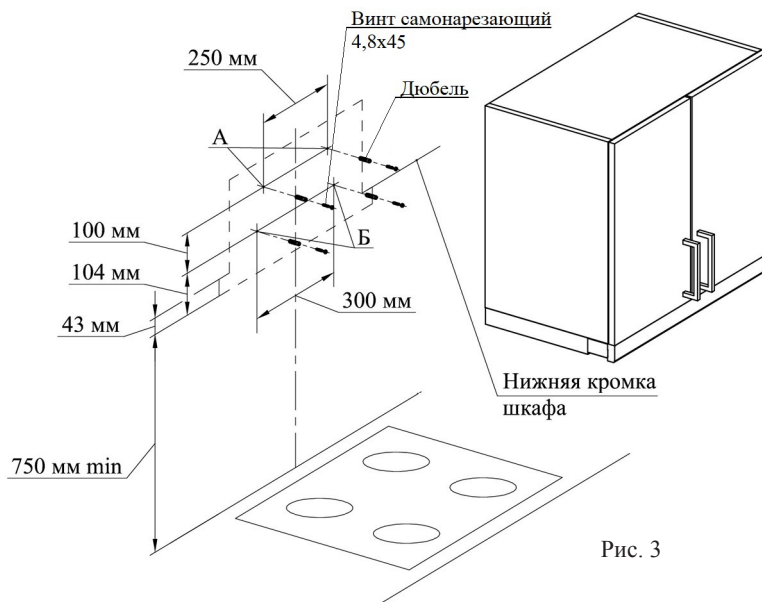

Рис. 3
- 6.2 Определите расстояние между нагревательной поверхностью плиты и воздухоочистителем и отметьте на стене нижний габарит воздухоочистителя. Прибавив 43 мм (рис. 3), Вы определите положение нижней кромки шкафа.
- С учетом установочной высоты и центральной линии разметьте на стене отверстия (А и Б) (рис. 3).
- В отверстия вставьте дюбели согласно рис. 3 и по отверстиям А заверните не до упора два винта самонарезающих 4,8х45, на которые навесьте воздухоочиститель со снятыми фильтрами.